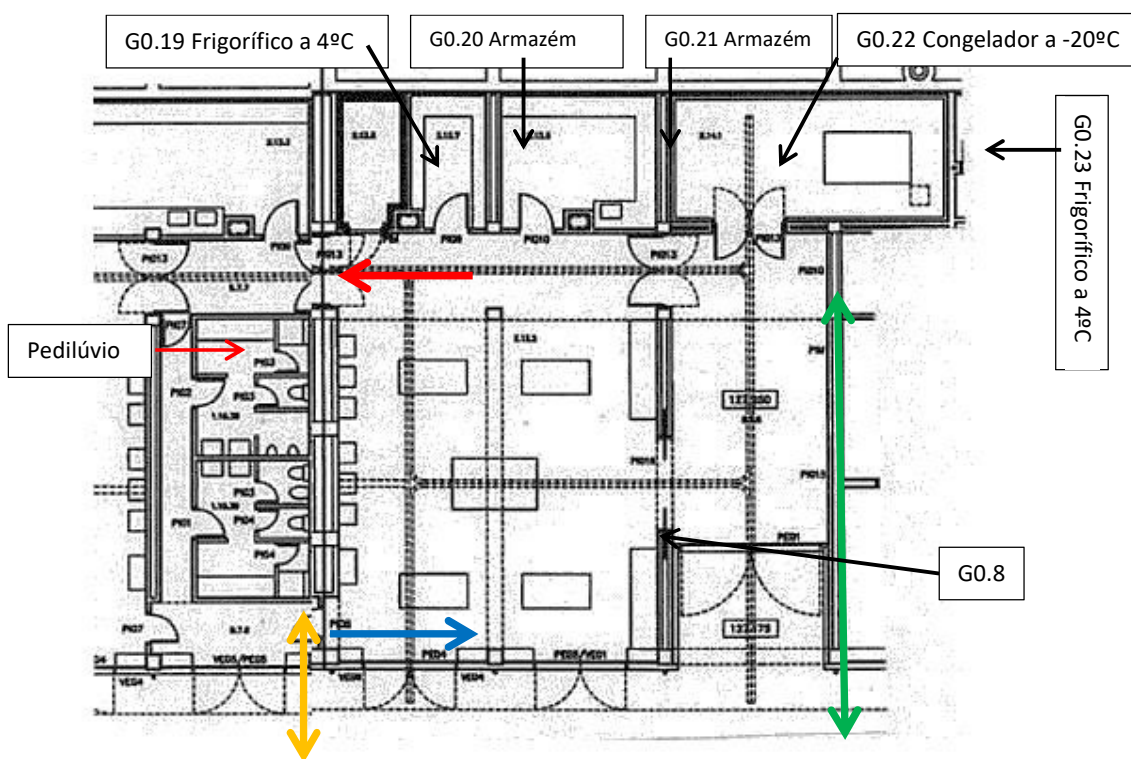

Figura 9
2. A entrada na Sala de Necropsias faz-se sempre pelo circuito limpo usando a porta identificada na Figura 9.
No final de cada dia de trabalho os funcionários tomam banho nos balneários assinalados na Figura 9 e trocam de roupa.